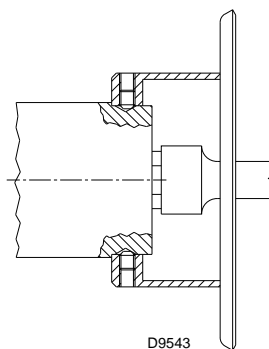

Fig. 14
- install the nozzle 1)(Fig. 14);